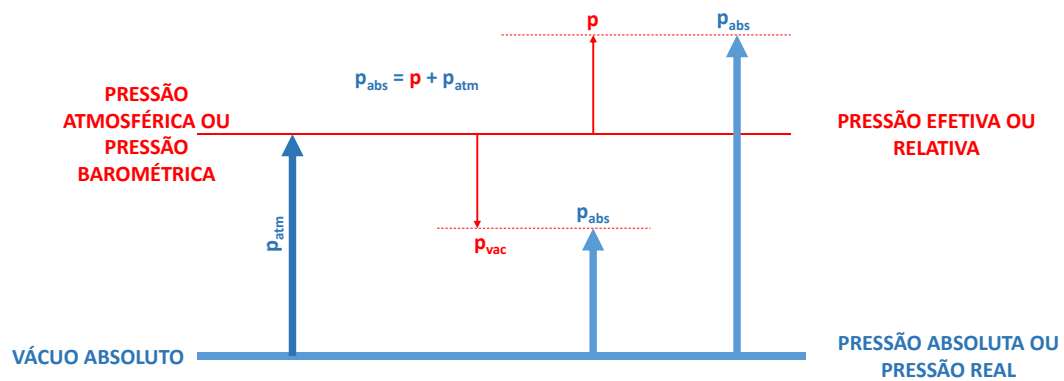

Figura 17
2.8. Escala comparativa entre as escalas de pressão (figura 17)